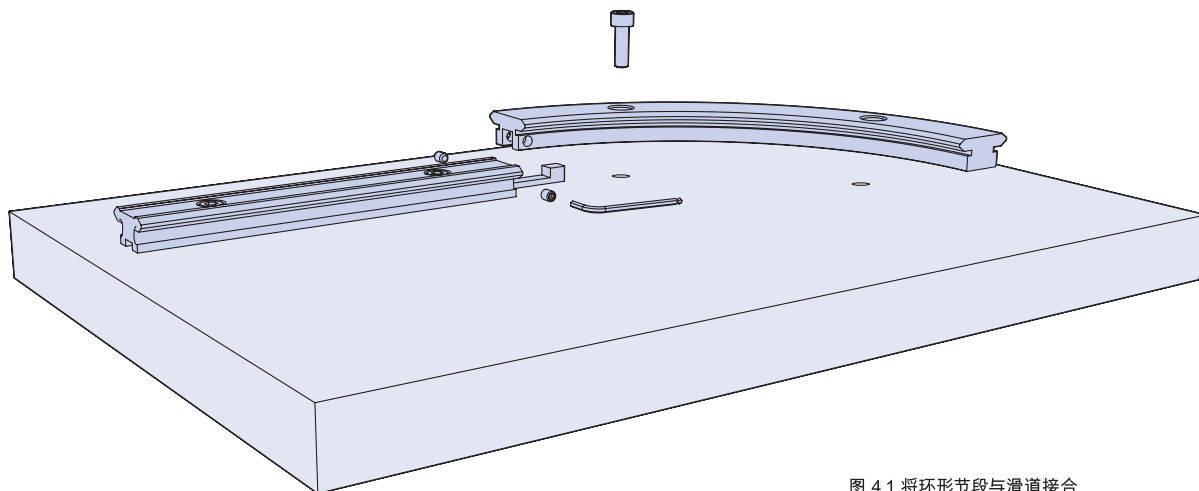

图 4.1 将环环节段与滑道接合
4.1 滑道固定后,可安装节段。调节键应插入滑道底部凹处,然后将环环节段放置到位并轻微拧紧(图 4.1)。环环节段上的槽略微大些,以允许使用顶起螺丝调节节段。